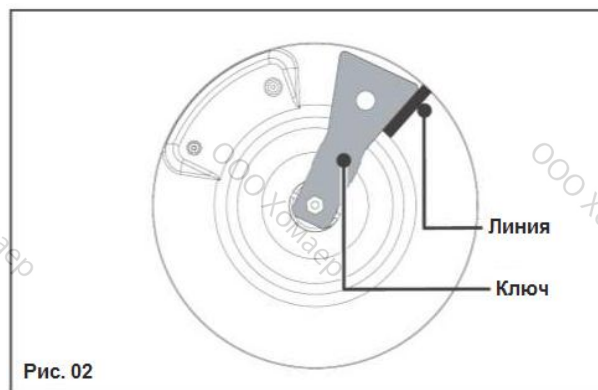

Рис. 02
- **Подключение посредством усиленного резинового шланга с механическими резьбовыми соединителями** (соответствующего стандарту NF D 36-112); срок службы такого шланга – 10 лет (Рис. 02).